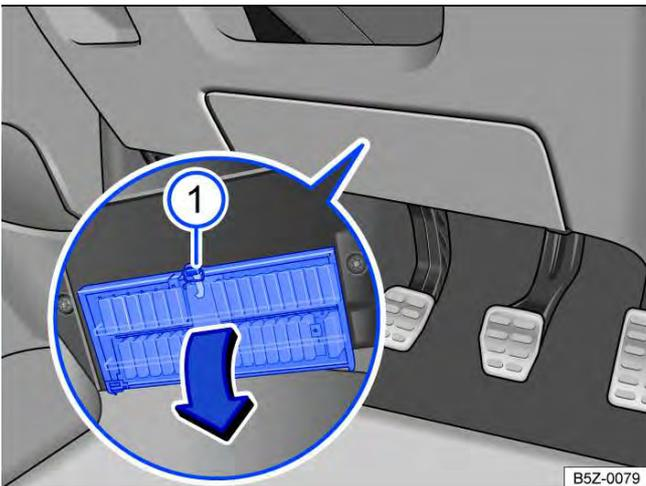

Fig. 148 No lado do condutor embaixo do painel de instrumentos: abrir a cobertura da caixa de fusíveis.
- **Abrir:** pressionar a alavanca de travamento → Fig. 148 ① até que a cobertura se abra.
- **Fechar:** rebater a cobertura no sentido contrário à seta até que ela se trave audivelmente na alavanca de travamento ①.